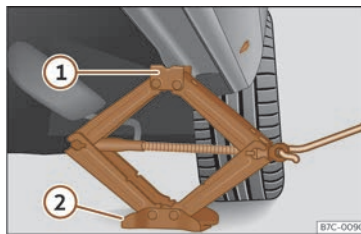

Fig. 230 Llanguer: col·locació del gat del vehicle.
- Gireu la manovella del gat, situat sota el punt de recolzament del llarguer, per elevar-lo fins que la pestanya (1) >>> fig. 230 quedi situada sota l'al·lotjament previst.
- Alineu el gat de manera que la pestanya (1) "s'adhereixi" a l'al·lotjament previst del llarguer i la placa base mòbil (2) quedi recolzada a terra. La placa base (2) ha de caure en la vertical respecte del punt de recolzament (1).